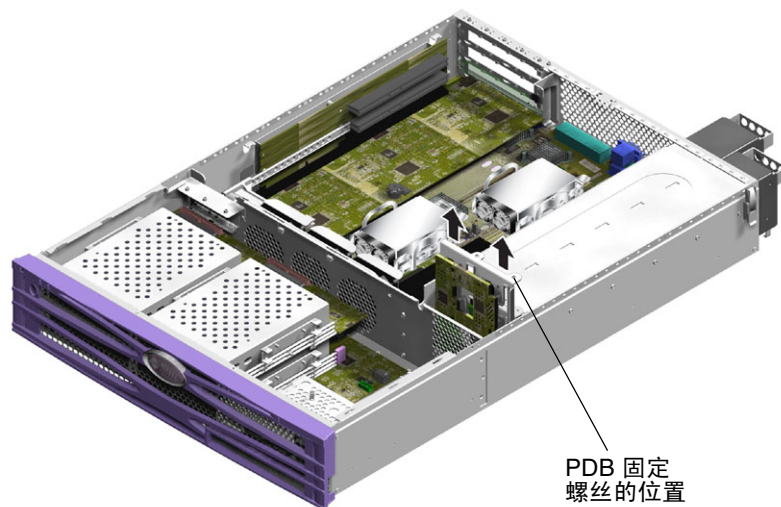

图 1-15 拆除配电板（适用于 Sun Fire V240）
6. 从机箱中将 PSU 拉出至适当位置，以便从 PDB 上拔下它们的插头（图 1-15）。
7. 拧下用于固定 PDB 部件的螺丝（图 1-15）。